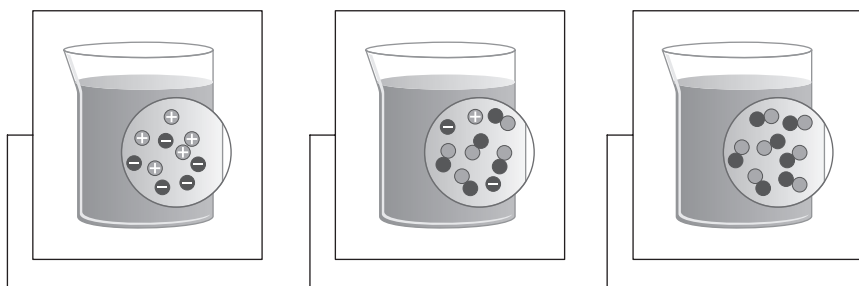

Рис. 4.7. Рисунок к заданию 10
10. Изучите информацию, представленную на рис. 4.7. Сформулируйте главную мысль информации в виде подписи к рисунку.